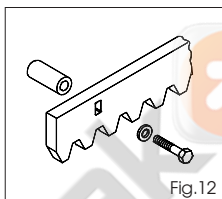

Fig.12
5.4.2. Crémaillère à visser en acier (Fig. 12)